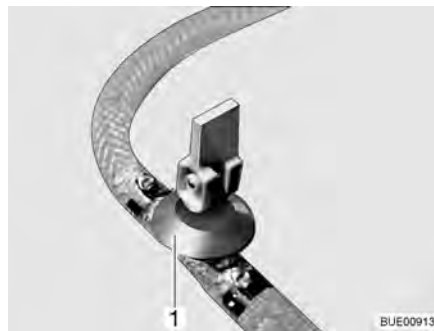
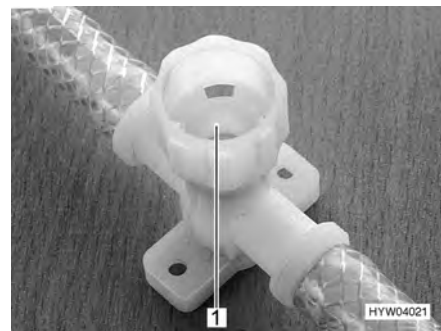

Bild 208 Avtappningskran (med vipparm)
Bild 209 Avtappningskran (med vred)
- Öppna alla avtappningskranar. Ställ för detta avtappningskranens vipparm (Bild 208,1) lodrätt eller vrid avtappningskranens kran (Bild 209,1) moturs.